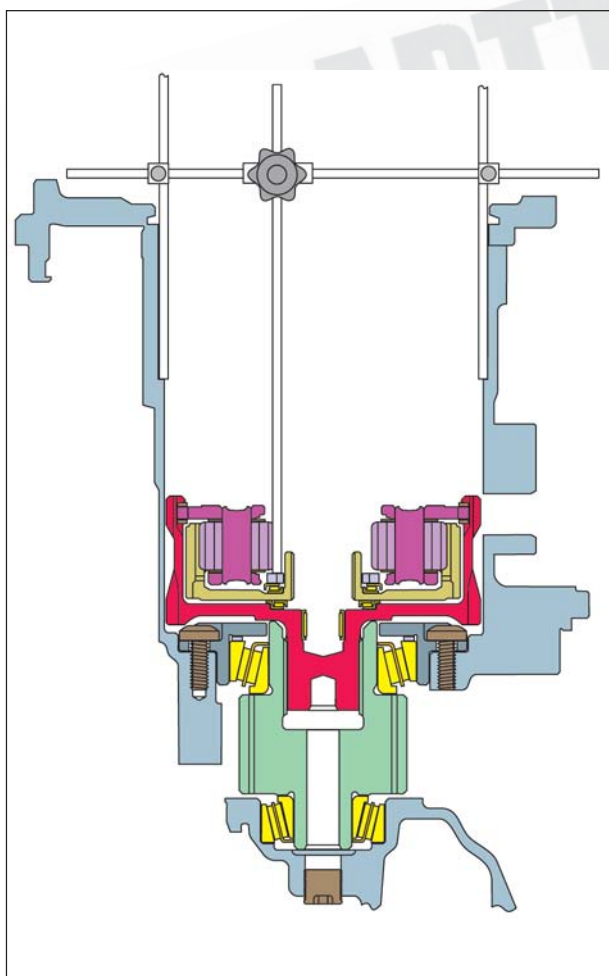

Figura 230
4. Abaixе a haste de ajuste até a superfície do calço helicoidal no carregador planetário de saída, conforme mostra a figura 230, e aperte o parafuso trava da haste de ajuste.